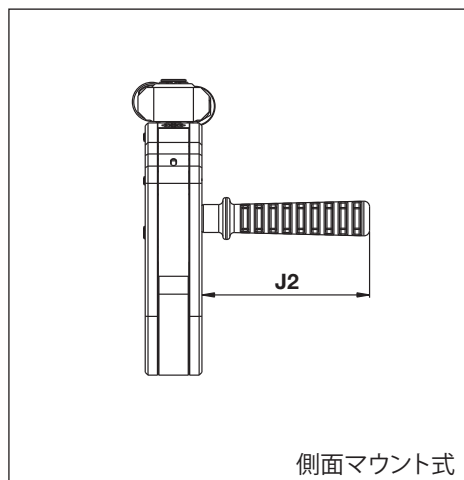

図26
6.1.4 寸法、SWHシリーズストレート位置決めハンドル (図26 - オプション付属部品)